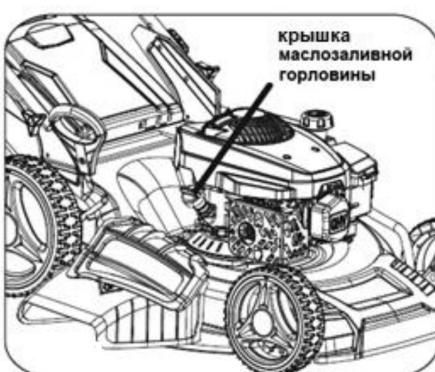

Рис. 11
2. Откройте крышку маслозаливной горловины и извлеките масляный щуп (Рис. 11).